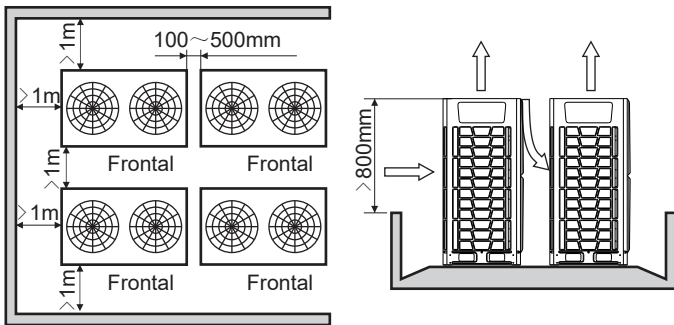

Fig. 3.12 2 rangées
- 4) Lorsque les unités extérieures sont plus hautes que leur environnement et si elles doivent être disposées en 2 rangées, voir Fig.3.12.